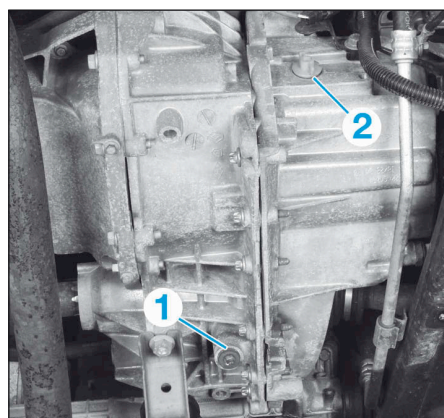

FIG.1
- le bouchon de vidange (1) (Fig.1).
- Visser le bouchon de vidange (1) au couple de serrage prescrit avec un joint neuf.